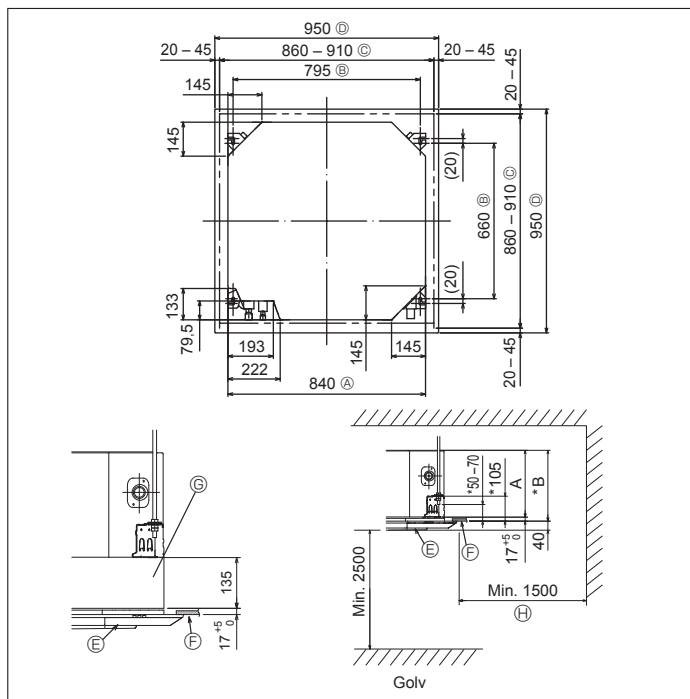

Fig. 3-2
### 3.2. Taköppning och installationsplatser för upphängningsbultar (Fig. 3-2)
- \* Måtten på taköppningen kan regleras inom området visat i Fig. 3-2; så centrera huvudenheten mot taköppningen och försäkra att respektive motsatta sidor på alla sidor om spelrummet mellan dem blir identiska.